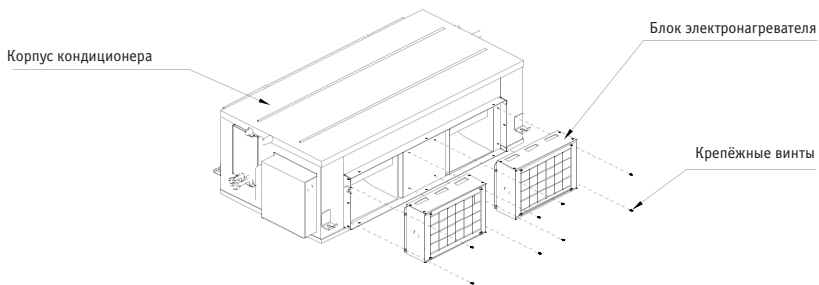
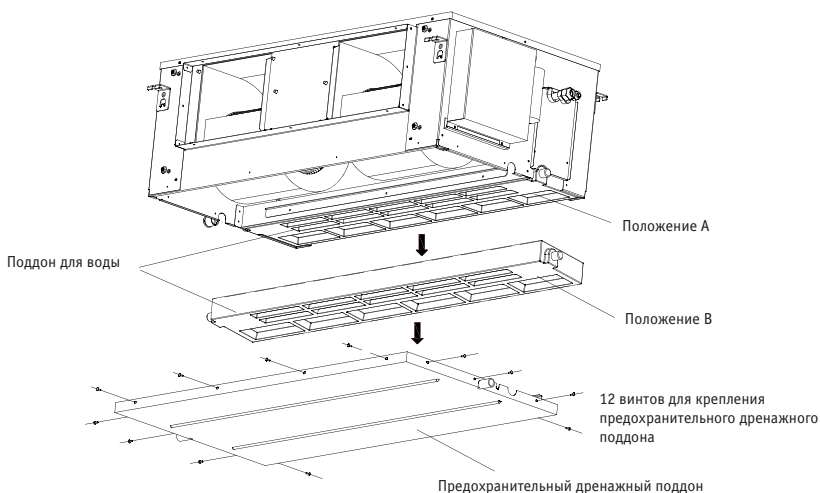

Рис. 5-16
Рис. 5-17
Установка блока электроннагревателя изображена на Рис. 5-16.
1. См. Рис. 5-16. Отверните все 11 винтов крепления предохранительного дренажного поддона и снимите его.
2. См. Рис. 5-16. Отверните все 4 болта крепления блока вентилятора. Порядок демонтажа указан на Рис. 5-17.
3. См. Рис. 5-17. Сместите до упора блок вентилятора в горизонтальном направлении, затем, чтобы снять его, слегка приподнимите и опустите вниз.